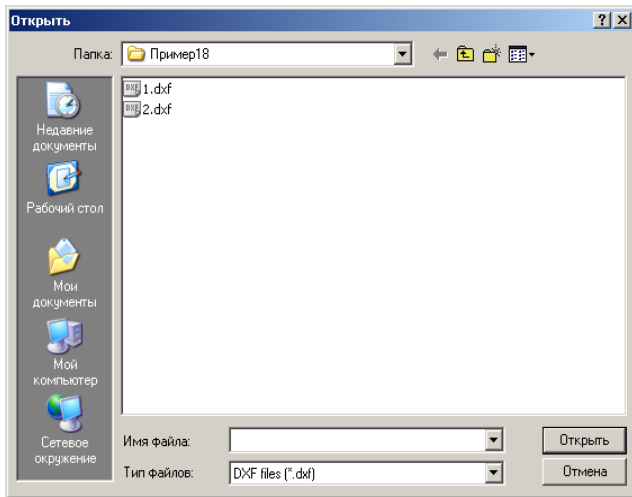

Рис.12.12.1. Окно диалога **Открыть**
- В открывшемся окне диалога (рис. 12.12.1) **Открыть** укажите: